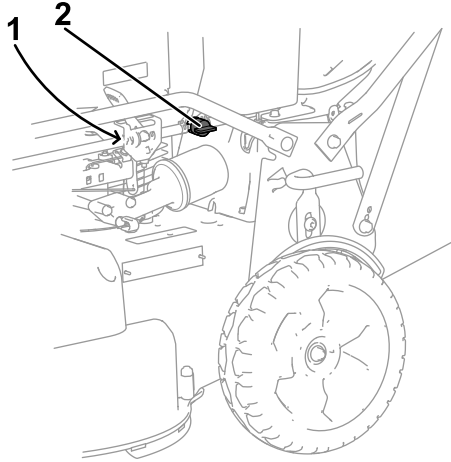

Figura 31
3. Feche a válvula de corte do combustível (Figura 31).
4. Retire o filtro de combustível (Figura 31) do tubo de combustível desapertando as braçadeiras de tubos que rodeiam o filtro.